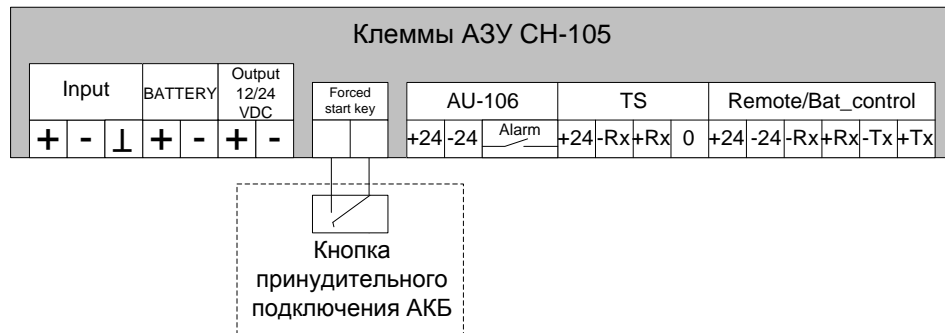

Рисунок 5 - схема подключения кнопки принудительного подключения АКБ.
7. Подключите выносную кнопку к клеммам «Forced Start Key» АЗУ (смотрите пункт 5.2.4, Рисунок 5).